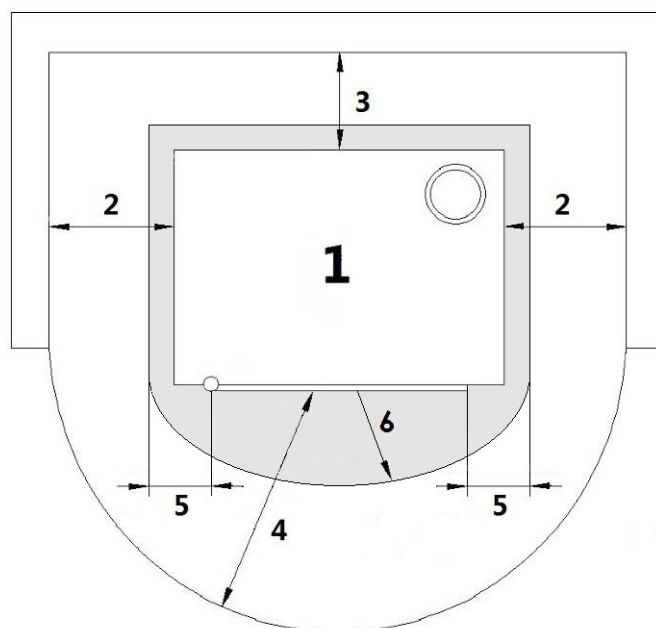

Fig. 24 - Installation générique
- Les poêles installés en un point isolé doivent être éloignés des éventuels murs ou meubles, de manière à garantir une circulation minimum de l'air sur les côtés et à l'arrière pour permettre un refroidissement efficace de l'appareil et une bonne distribution de la chaleur dans le milieu (voir **Fig. 24 à page 59**).
- Dans les normes de sécurité de feu il faut respecter les distances des objets inflammables ou sensibles à la chaleur (canapés, meubles, revêtements en bois etc...) selon **Fig. 24 à page 59**.